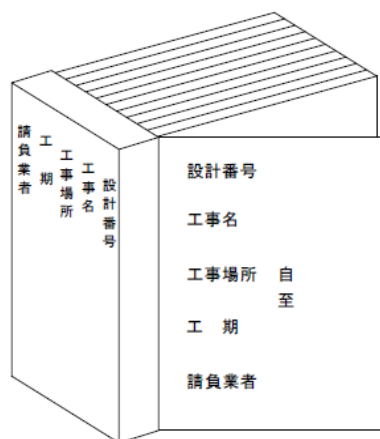

図 6－1 竣工書類一式
2. 表 6－2 に定める書類を竣工書類一式とし、原則として図 6－1 に示すとおりチューブファイル一冊に製本すること。